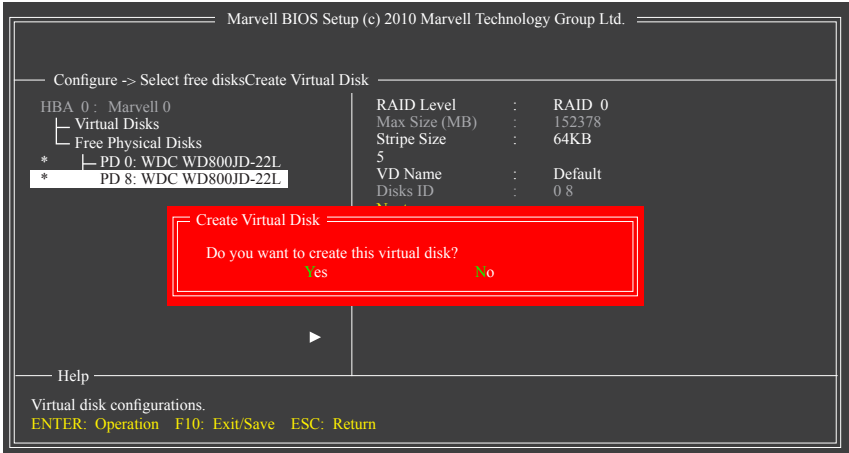

Figure 5
6. **Next :** Lorsque vous avez fini les réglages ci-dessus, allez sur **Suivant** et appuyez sur <Enter> pour commencer à créer la matrice. Lorsqu'on vous demande de confirmer si vous voulez créer cette matrice, appuyez sur <Y> pour confirmer ou sur <N> pour annuler (Figure 5).